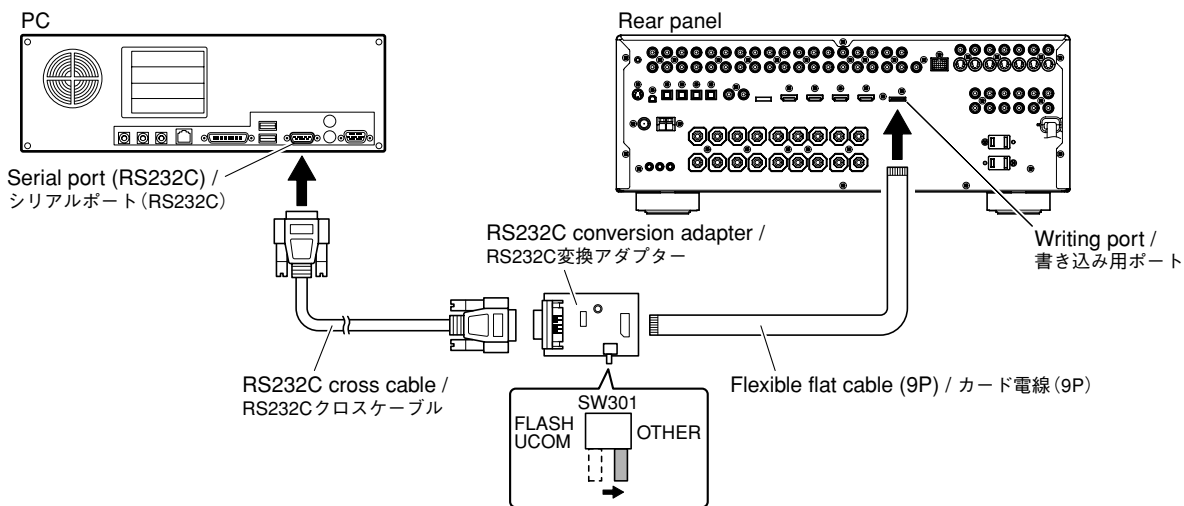

Fig. 1
2. Set the switch (SW301) of RS232C conversion adapter to the “OTHER” side. (Fig. 1)
3. Connect the writing port of this unit to the serial port (RS232C) of the PC with RS232C cross cable, RS232C conversion adapter and flexible flat cable as shown below. (Fig. 1)
2. RS232C変換アダプターのスイッチ(SW301)を“OTHER”側に設定します。(Fig. 1)
3. 本機の書き込み用ポートとPCのシリアルポート(RS232C)を下記のように接続します。(Fig. 1)